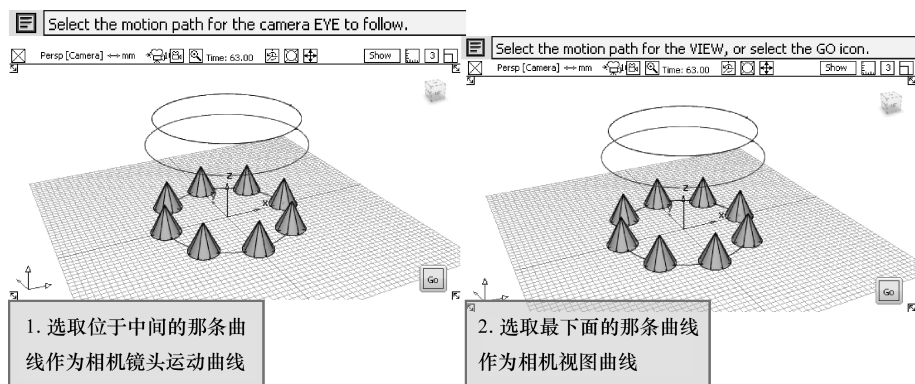

图 7-40 选取运动路径曲线
- 04 根据提示行中的提示依次选取曲线, 如图 7-40 所示。